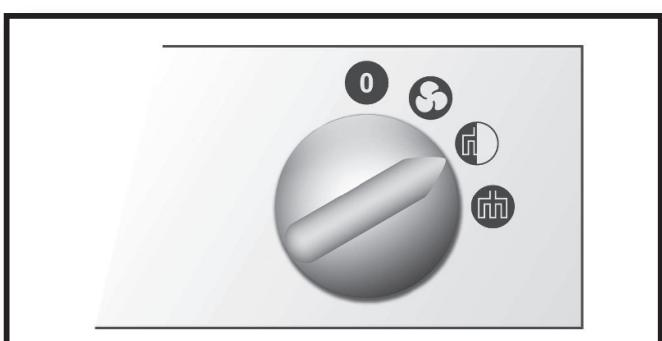

Fig. 6
- I степень нагревания – рис. 6